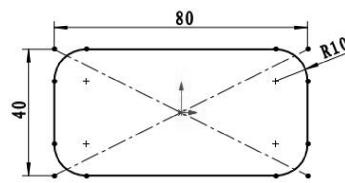

图 3-7 绘制圆角
- 单击绘制圆角按钮，绘制 4 个半径为 R10 的圆角，如图 3-7 所示。